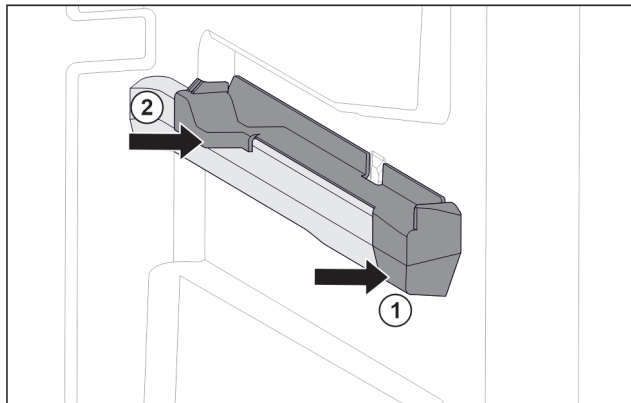

Fig. 218 Pjesa kapëse në brinjën e djathtë të kutisë
- Vendosni pjesën kapëse përpara në brinjën e kutisë. Fig. 218 (1)
- Shtyni pjesën kapëse në pjesën e pasme. Fig. 218 (2)